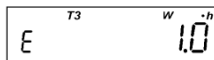

Рисунок 4.10
- количество потребленной активной энергии (отображаются мнемоникой "**W·h**") (рисунок 4.10):